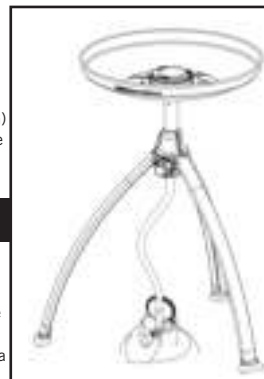

Fig. 8a
- Ajuste la intensidad de la llama en el nivel deseado, girando la perilla de control (K) en sentido horario para disminuir la llama y contrario al de las agujas del reloj para aumentarla (ver la Fig. 8a & b).
- Después de utilizar, cierre primero la válvula en el recipiente de gas (cuando corresponda). Cuando se haya extinguido la llama, cierre la válvula (K) en el dispositivo, girando la perilla de control (K) totalmente en el sentido horario.
Cómo encender usando un fósforo o encendedor de BBQ (Ver la Fig. 8a y 8b)